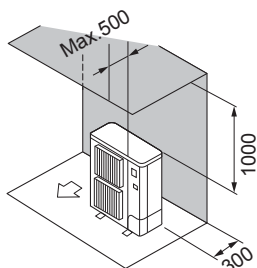

Fig. 2-4
- ② Enbart hinder på baksidan och ovsidan (Fig. 2-4)